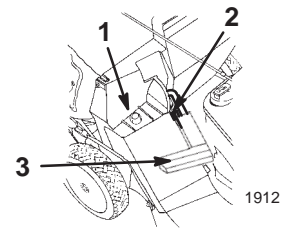
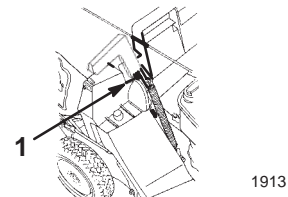

Figure 10
Figure 11
2. Vérifiez que la poignée du volet d'éjection est complètement abaissée vers l'avant et que le goujon est bien engagé dans son logement (Fig. 10).
3. Accrochez le cadre du bac par le trou sur l'ergot de retenue situé sur l'éjecteur (Fig. 10).
5. Pour ouvrir le volet d'éjection, tirez la poignée du volet vers l'avant pour dégager le goujon et le faire passer après la rampe du volet du bac, puis repoussez la poignée vers l'arrière pour bloquer le goujon dans l'encoche du bac (Fig. 11).
2. Tirez la poignée du volet d'éjection vers le haut et hors de l'encoche du bac (Fig. 11), puis vers l'avant pour qu'elle s'engage (Fig. 10).